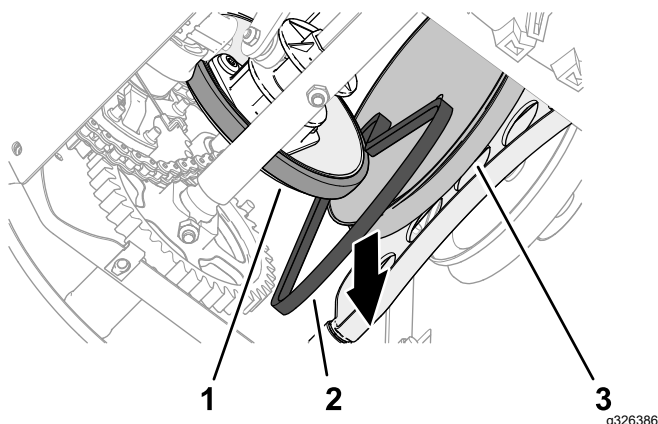

Figura 48
7. Coloque la correa de tracción entre la rueda de fricción y la polea de tracción, y retire la correa de la máquina (**Figura 48**).